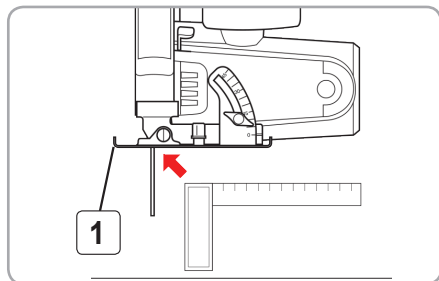

Fig.8
- Reglați și strângeți placa de bază Fig 8 (1) la adâncimea de tăiere maximă
- Verificați unghiul de 90° dintre pânză și placa de bază cu un șablon de unghiuri Fig 8